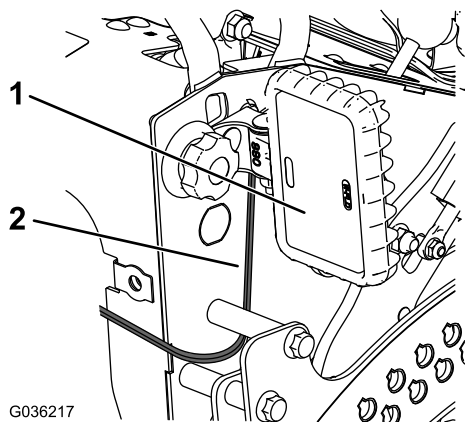

Figura 6
2. Dirija el arnés de cables a la parte trasera de la máquina y enchufe el conector a la luz trasera (Figura 6).